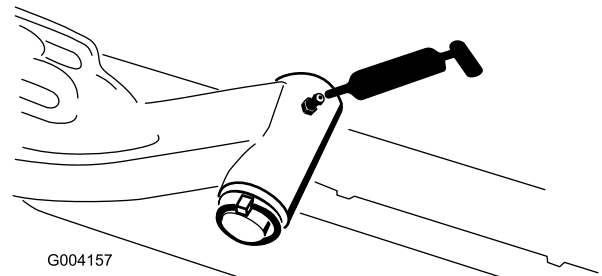

Figura 109
- Ax pivot al braului de ridicare (1 pentru fiecare) (Figura 109)